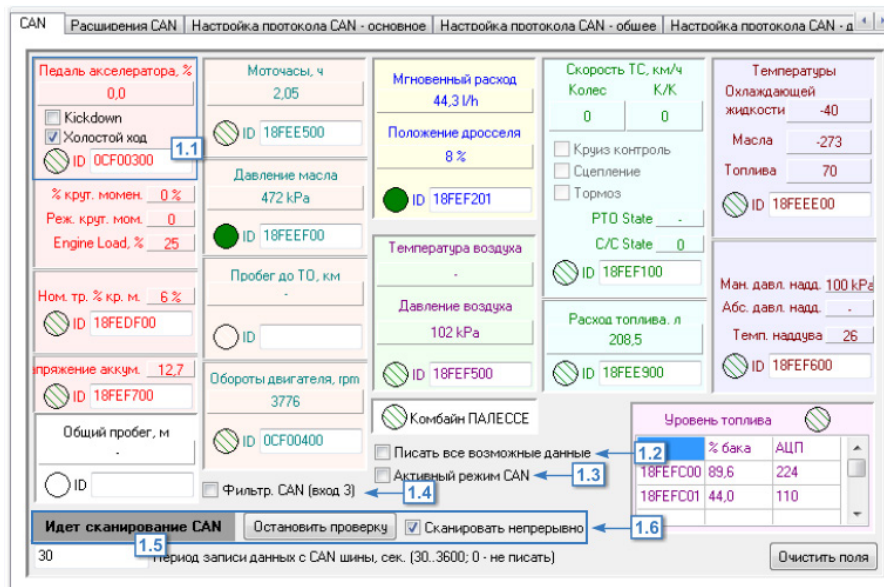

Рис.55. Вкладка «CAN».
На вкладке «CAN» пользователь может настроить работу прибора с шиной CAN в протоколе SAE J1939 (Рис.55).
- в поле «ID» (Рис.55, п. 1.1) задать идентификатор записи. Если идентификатор записи CAN не задан, то прибор не будет записывать эту запись.
- для того чтобы в память прибора записывались все данные, полученные с шины CAN транспортного средства, включить опцию «Писать все возможные данные» (Рис.55, п. 1.2).
- при необходимости включить опцию «Активный режим CAN» (Рис.55, п. 1.3). В активном режиме прибор постоянно запрашивает данные из шины.
- для того чтобы использовать цифровой вход 3 для фильтрации оборотов двигателя, разрешить опцию «Фильтрация CAN (вход 3)» (Рис.55, п. 1.4). Если опция включена, то при получении показаний оборотов двигателя с шины CAN, вход 3 прибора переключится в активное состояние. В этом случае активное состояние входа 3 может использоваться для фильтрации данных для подсчета времени работы двигателя в диспетчерской программе.
- в поле «Период записи данных с CAN шины» (Рис.55, п.1.5) задать интервал времени, с которым данные с шины CAN будут записываться в память прибора. Диапазон значение 30...3600, 0 – не писать данные CAN.
- Для проверки работоспособности шины CAN прибора «АвтоГРАФ», необходимо подключить прибор к шине CAN транспортного средства и запустить сканирование, нажав кнопку «Начать проверку» в программе «AG.GSMConf» (Рис.55, п. 1.6).